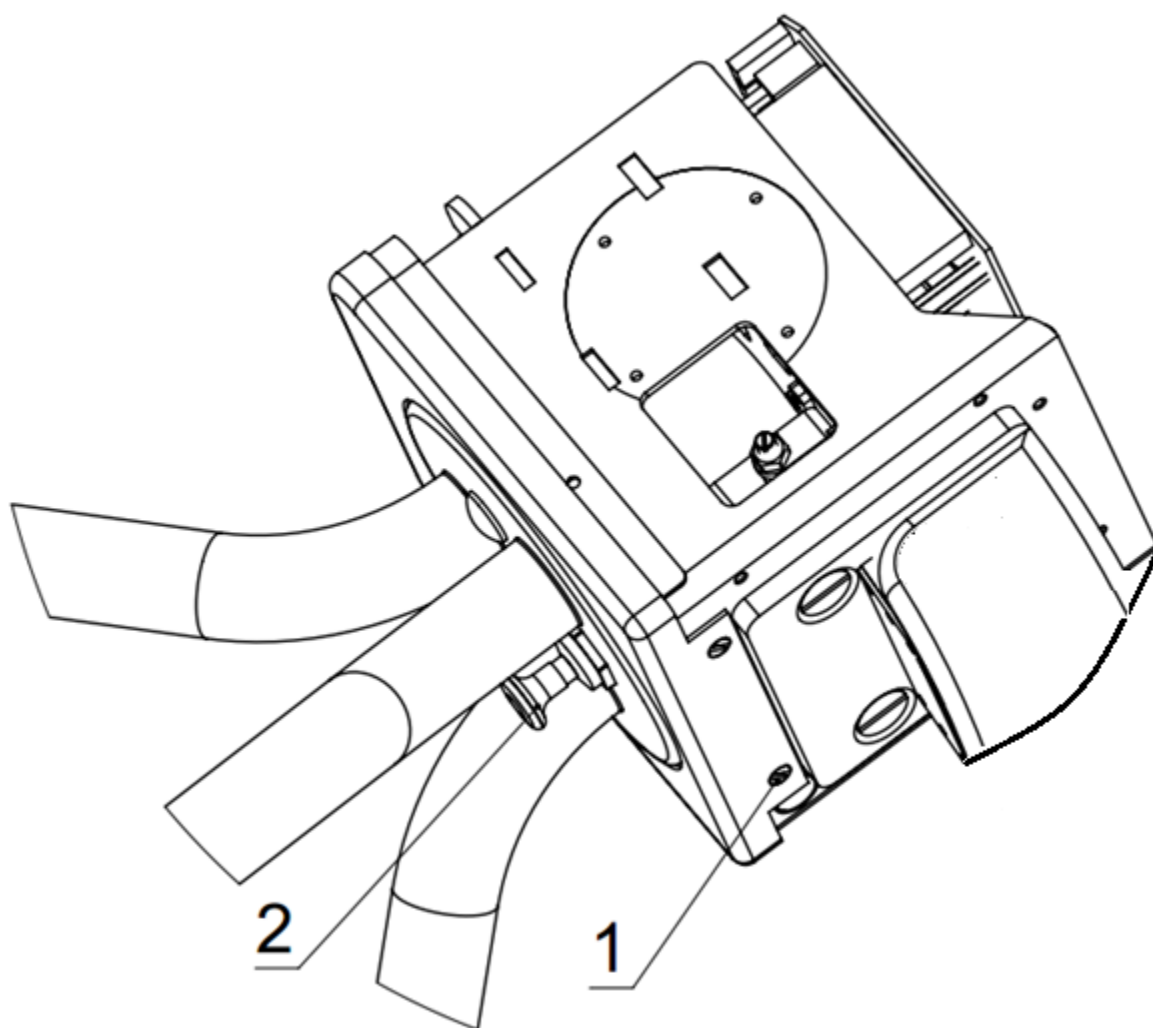
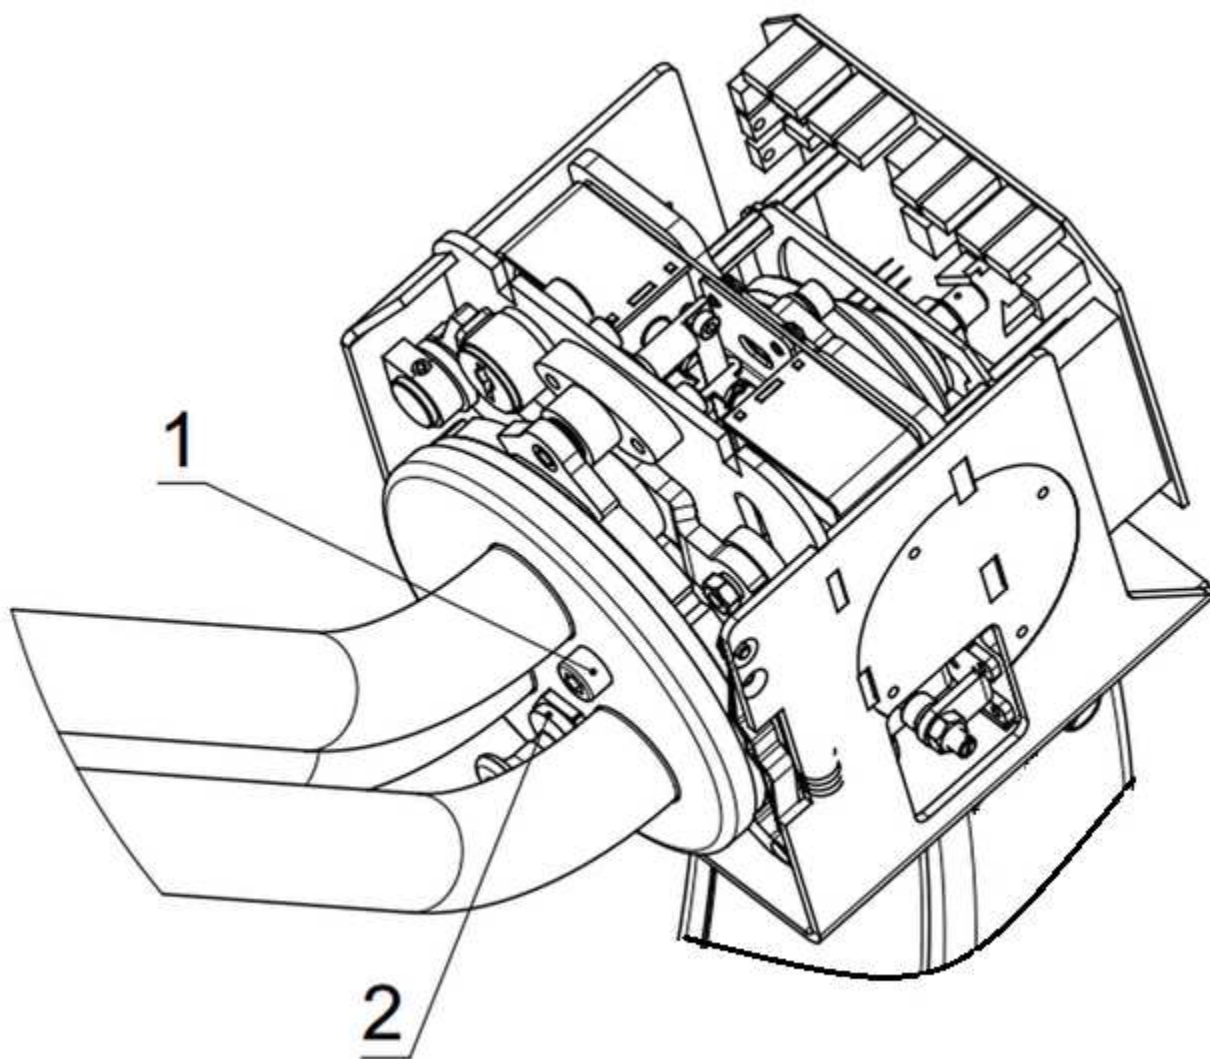
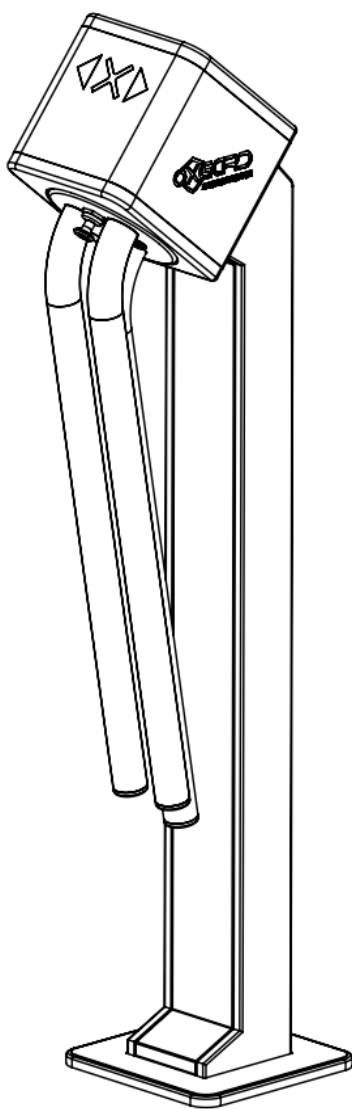

Рис.3
Рис.4
Рис.5
Сдвинуть кожух до конца и освободить доступ к поворотному механизму. Вид после снятия кожуха представлен на рис.3
Для удобства дальнейшей работы сложите преграждающие планки, для этого: оттяните стопор фиксации 2 планок (рис.3) и, удерживая одну планку рукой в зафиксированном положении, другой рукой проверните другую планку по часовой стрелке, так чтобы все планки совместились (рис.4) ,опустите сложенные планки вниз (рис.5) .
- 2.3. Открутить два винта 1 (рис.4) M8 с помощью шестигранника S6.